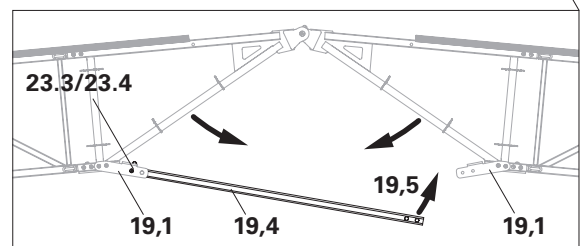

Fig. A4.02a
2. Sollevare il gruppo trave con la gru fino a quando la barra di colmo può essere ruotata nella seconda staffa. (Fig. A4.02a)